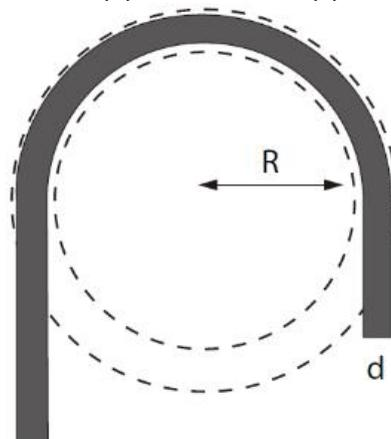

图 5 最小弯曲半径
- 4) 在组件布线时，请始终注意最小弯曲半径（见下图5）。最小弯曲半径是电缆可弯曲的允许曲率。根据电缆类型的不同，必须应用特定的系数（电缆乘数）。对于直流电缆，该系数通常为 4；